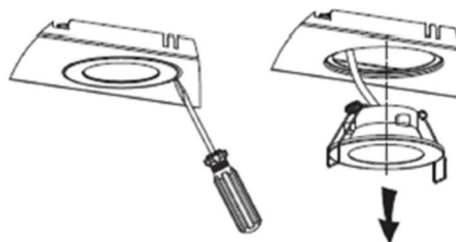

Рис.3
4. Нажмите на пружину и снимите блок лампы (рис.3).